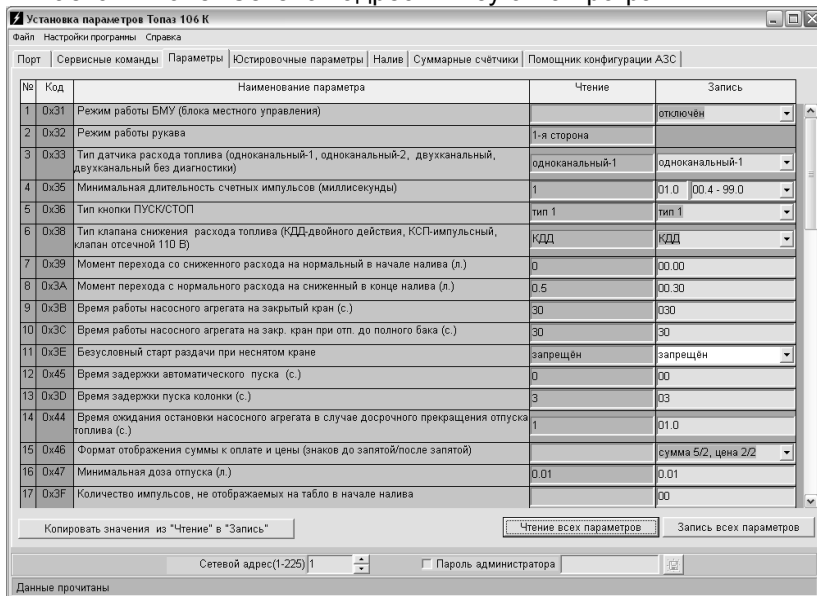

Рисунок 2
7.2.3 На вкладке "Параметры" (рисунок 2) можно просмотреть и при необходимости изменить значения параметров устройства.